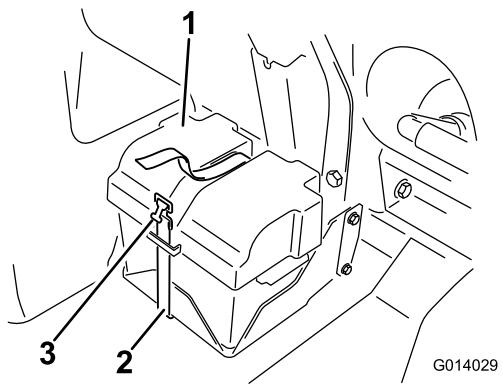
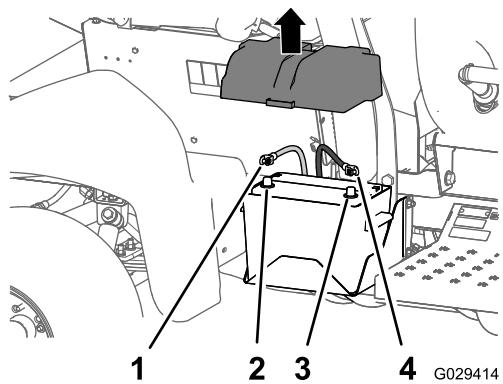

Figura 1
Figura 2
3. Retire a cobertura da bateria e deslique o cabo negativo (preto-terra) do pólo da bateria (Figura 1 e Figura 2).
4. Desligue o cabo positivo (vermelho) do pólo da bateria (Figura 2).